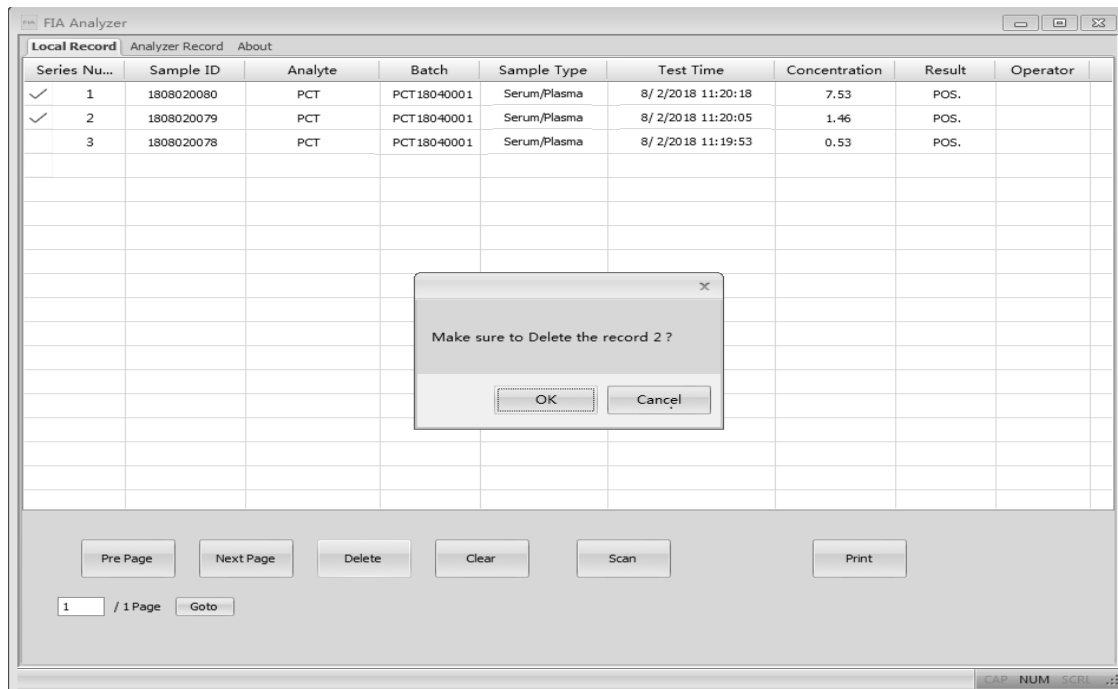

Abb. 41
- „**Delete**“: Wählen Sie die zu löschenden Elemente aus und klicken Sie auf die Registerkarte „**Delete**“. Sie erhalten eine Bestätigungsaufforderung wie in Abb. 41 dargestellt. Klicken Sie zum Löschen auf „**OK**“.